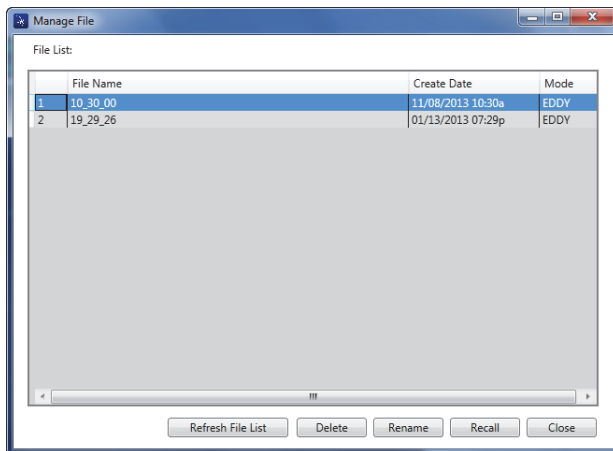

图 7-17 管理文件对话框
出现 **Manage File**（管理文件）对话框（参见第 196 页的图 7-17）。
1. 在 **Manage File**（管理文件）对话框中，选择要删除的文件，然后点击 **Delete**（删除）（参见第 196 页的图 7-17）。
1. 在 **Manage File**（管理文件）对话框中，选择要重命名的文件，然后点击 **Rename**（重命名）（参见第 196 页的图 7-17）。
1. 在 **Manage File**（管理文件）对话框中，选择要被调用的文件，然后点击 **Recall**（调用）（参见第 196 页的图 7-17）。
- ◆ 在 **Manage File**（管理文件）对话框中点击 **Refresh File List**（刷新文件列表）（参见第 196 页的图 7-17）。